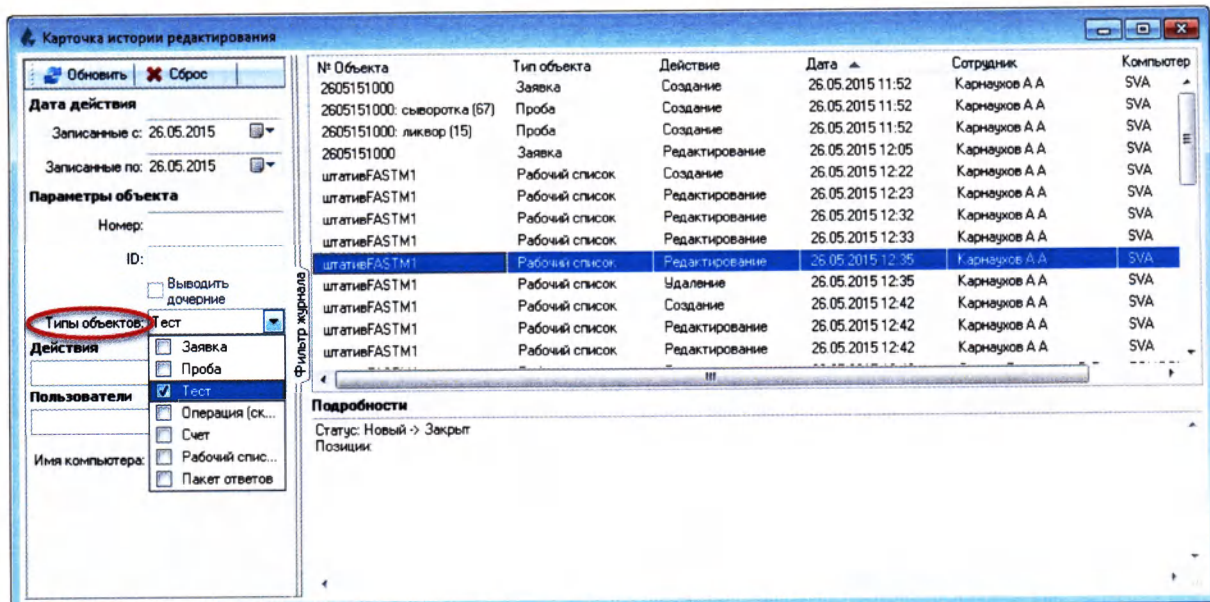

Рисунок 14.6
5. Для поиска изменений по типу объектов в выпадающем списке **«Тип объектов»** выберите интересующий объект и нажмите кнопку **«Обновить»** (Рисунок 14.6):